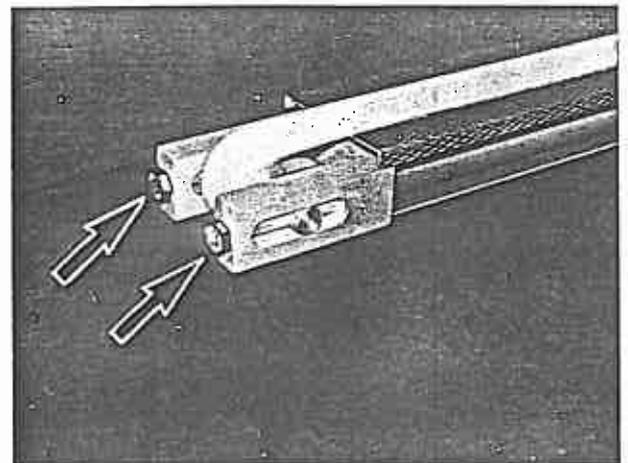

Bild 77
12. Gurtband entspannen, dazu Spannschrauben (Bild 77/Pfeile) ganz zurückdrehen.